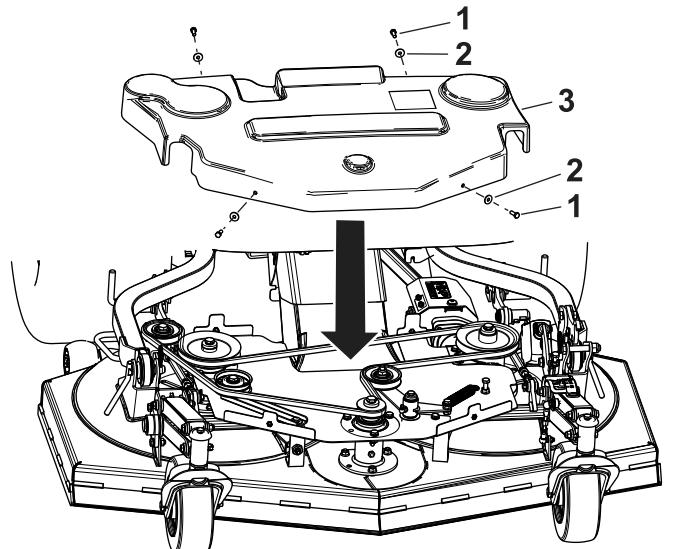

Figura 93
1. Retire os dois parafusos e anilhas da parte frontal da cobertura (Figura 93).
2. Retire os dois parafusos e anilhas da parte de trás da cobertura (Figura 93).
1. Instale a cobertura sobre a correia Figura 93.
2. Instale os dois parafusos e anilhas na parte frontal da cobertura (Figura 93).
3. Instale os dois parafusos e anilhas na parte traseira da cobertura (Figura 93).